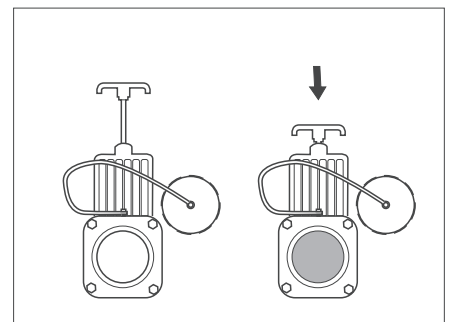

Bild 50 Abwasserschieber (Abb. ähnlich)
- Sicherstellen, dass die Ablassöffnung im Inneren des Frischwassertanks (Bild 46), der Ablassschieber des Abwassertanks (Bild 50) und das Sicherheitsventil des Warmwasserboilers geschlossen sind.